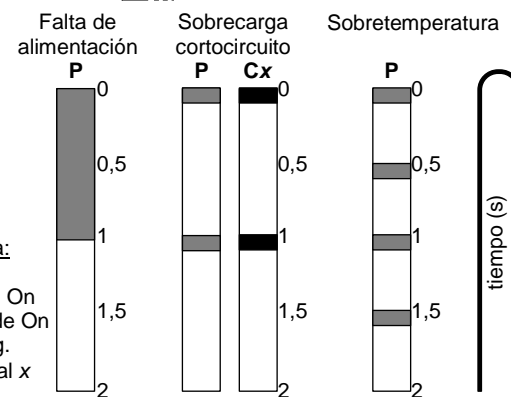

Figura 2. Códigos de notificación de error con LED
**LED de test/programación:** indica que el aparato está en modo programación (color rojo). Cuando el aparato entra en modo seguro parpadea con un periodo de 0,5seg (color rojo). El modo test se indica en color verde. Durante la inicialización (reinicio o tras fallo de bus KNX), y no estando en modo seguro, parpadea una vez en color rojo. Un parpadeo azul indica error (ver figura 2)